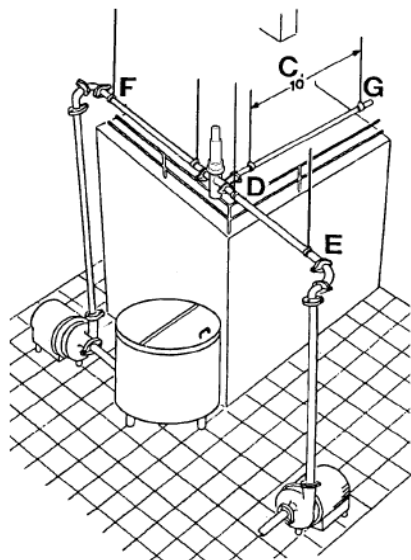

图 2—管线支撑
1. 在直管段中，至少按 10 英尺的间隔安装支撑件。（图 2，项目 C）。
2. 在阀门的两侧，都应在尽可能接近连接的位置上安装支撑件。（图 2，项目 D）。
3. 在每一个管线变向处安装支撑件。（图 2，项目 E 和 F）。
4. 对于穿过墙壁、地板或天花板的管线，应在管道周围留出至少 1 英寸（25 毫米）间隙，以便容许出现热胀冷缩。（图 2，项目 G）。